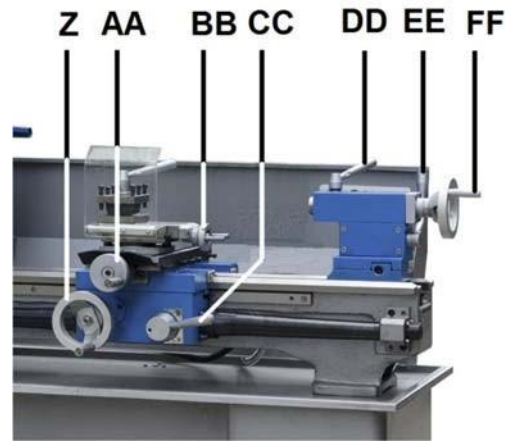

Abb. 10-6: Bedienelemente der Maschine
Schlosskastenverstellweg (Z, Abb. 10-6), Querverfahrweg (AA) und Oberschlittenverfahrweg (BB) können auf Längs- und Planvorschub eingestellt werden.
Den Mutterschloshebel (CC, Abb. 10-6) nach unten drücken, um den automatischen Längsvorschub zu aktivieren. Zum Deaktivieren nach oben drücken.
Die Halbmutter (CC, Abb. 10-6) einrücken.